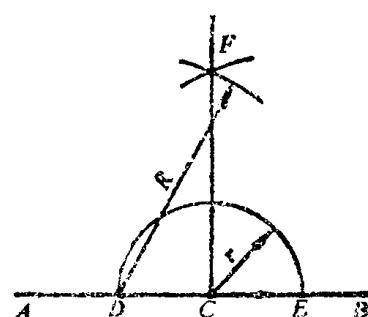

图 2-13 用划规划垂直线
1) 用作图法划垂直线 用划规在 c 点以任意半径 r 划圆弧，交 AB 于 D 、 E 两点，分别在 D 、 E 两点以任意半径 R 划圆弧，得交点 F ，连接 CF 即为 AB 的垂线（见图2-13）。